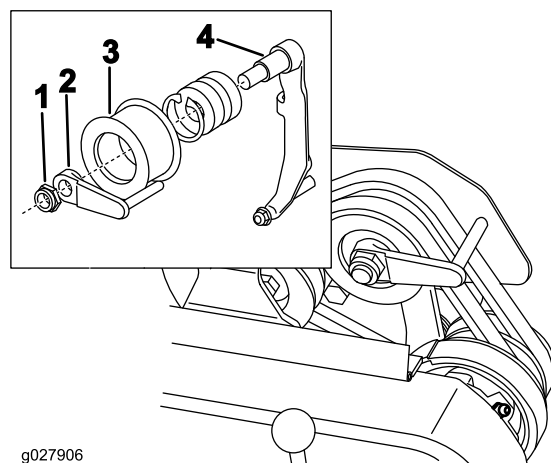

Figura 41
8. Per spingere o tirare la macchina più agevolmente senza avviare il motore, regolate il guidacinghia (Figura 41, inserto) come segue.